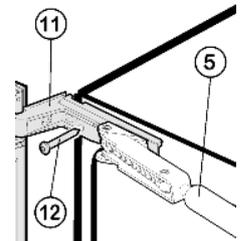

Fig. 16
- ▶ Plier l'amortisseur de fermeture *Fig. 16 (5)* de telle manière que la vis *Fig. 16 (12)* puisse y être insérée.